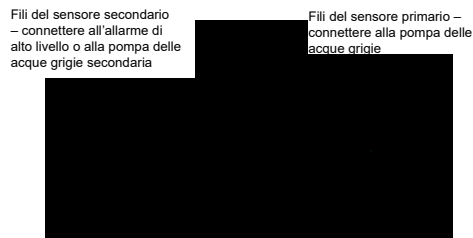

Figura 9B – Modelli a sensore doppio
- Figura 9B Versione a sensore doppio